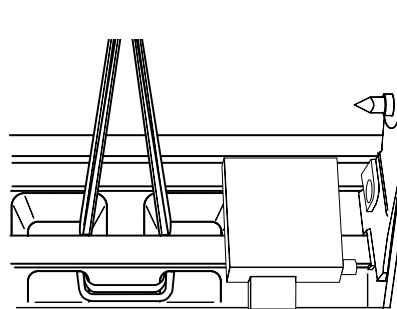

Abbildung 1-13
- Bauen Sie, wenn vorhanden, alle Lünetten ab und klemmen Sie das Lünettenunterteil in rechter Position vor dem Reitstock fest (siehe Abbildung 1-13) und beachten Sie die **Betriebsanleitung Kapitel 7**.